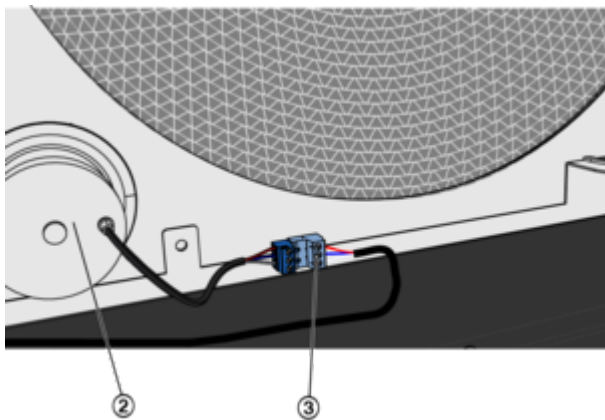

Abb. 44: Motor am RWT
4. ▶ Den Stecker (Abb. 44 /3) vom Motor (Abb. 44 /2) lösen.